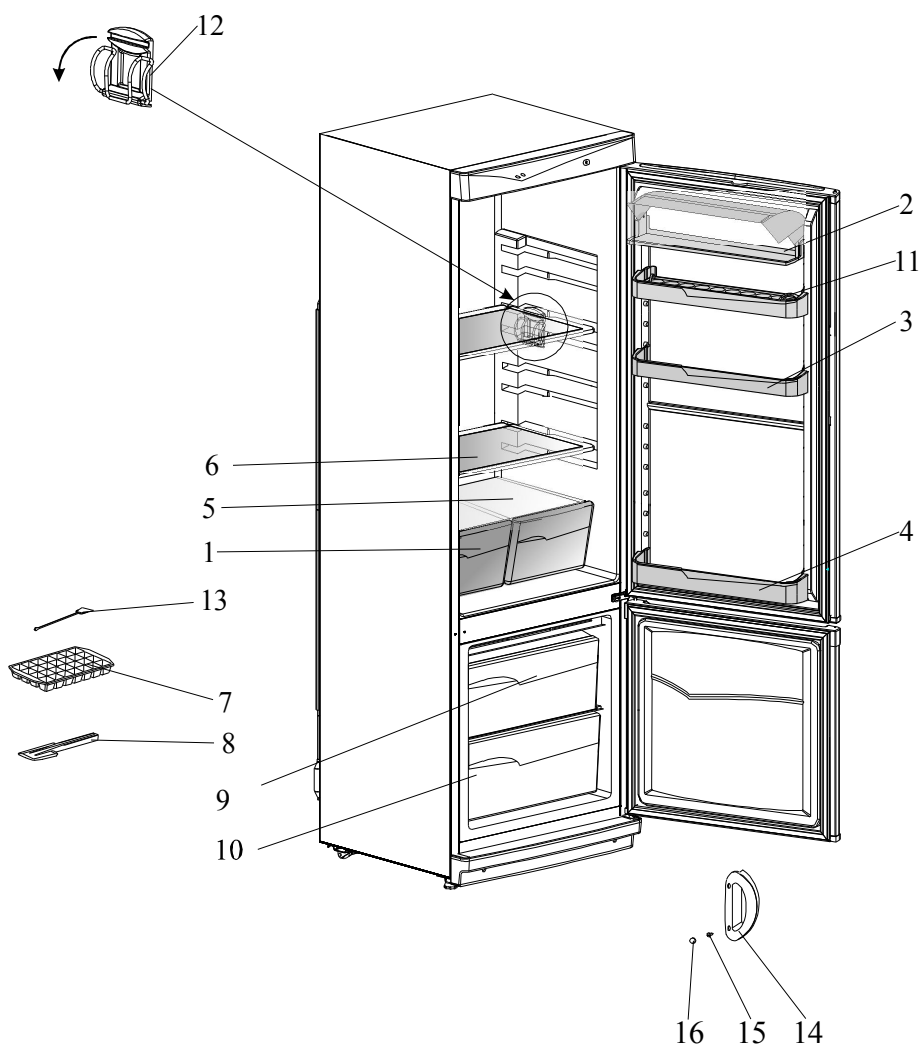

Рис.1 Расположение съемных деталей холодильника
- 6.7. Установите комплектующие изделия в холодильник согласно рис.1.
Помидоры, огурцы, перец, баклажаны, лимоны хранить на верхней полке, остальные овощи и фрукты в сосудах 1 (рис.1). Бананы не следует хранить в холодильнике.
Молоко рекомендуется хранить в барьер-полках (рис.1) на панели двери.